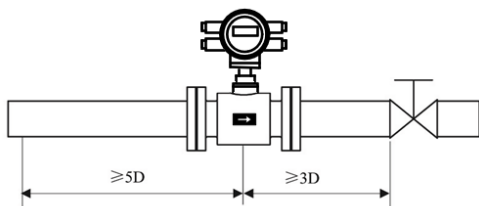
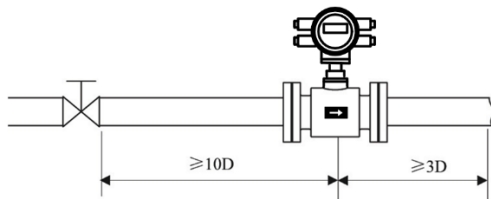
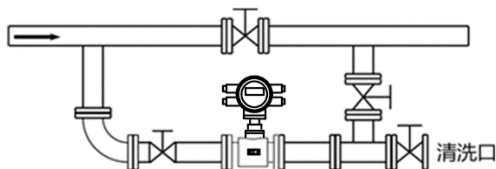

图 6 阀门位于传感器下游的安装
图 7 阀门位于传感器上游的安装
图 8
(1) 位置
(2) 避免磁场干扰
(3) 直管段长度
- 为确保流量计的测量精度，建议应保证传感器上游直管段长度至少应为 5 倍管径(5D)，下游直管段长度至少应为 3 倍管径(3D)。(参见图 6、图 7)
(4) 维修空间
(5) 对工艺上不允许流量中断的管道
- 在安装电磁流量计时应加设旁路通管和清洗口，如图 8 所示，这种装置可在流量计退出使用的情况下，保证设备系统连续工作。
(6) 电磁流量计的支撑